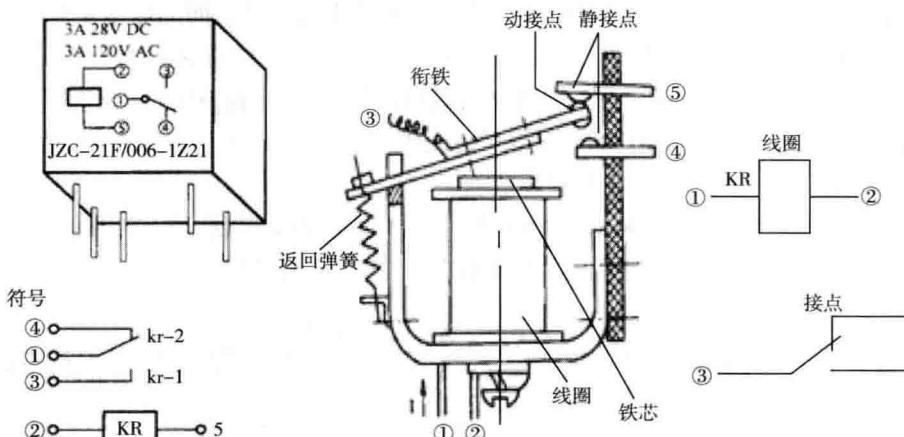

图 1-7 继电器
电磁式继电器，主要由铁芯、线圈、动静接点、衔铁、返回弹簧（或簧片）等部分构成（图 1-7）。其工作原理也很简单：只要在它的线圈①、②两端加上一定的电压，线圈中就会流过一定的电流。由于电流的磁效应，铁芯被磁化而具有磁性。动铁芯（即衔铁）就会在电磁力吸引的作用下克服返回弹簧的拉力吸向静铁芯，从而带动衔铁上的动接点③与静接点④闭合。线圈断电后，电磁吸力消失，衔铁就会在返回弹簧的作用下返回原来的位置，使动接点③与静接点⑤闭合。上述衔铁吸合，叫做继电器“动作”或“吸合”。相反，衔铁复位，叫做继电器“释放”或“复位”。